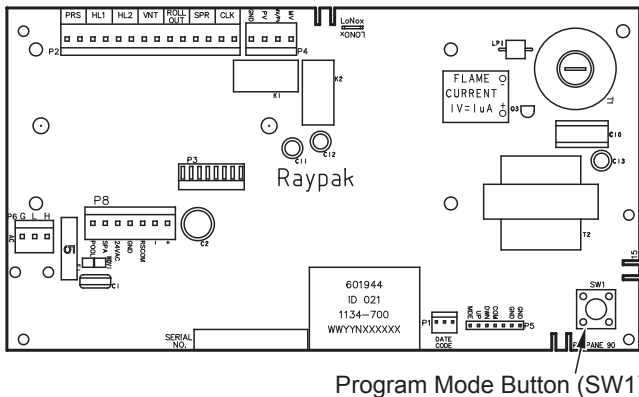

Figure 32. Bouton de programmation du thermostat (SW1)
1. Retirez les quatre vis qui retiennent le couvercle du panneau de commande et faites-le pivoter vers le bas pour exposer la carte électronique. Localisez le bouton de programmation (SW1) voir **Figure 32**. Appuyez longuement sur le bouton pendant 5 à 7 secondes jusqu'à ce que SET FACTORY DEFAULTS s'affiche à l'écran. Relâchez le bouton de programmation.